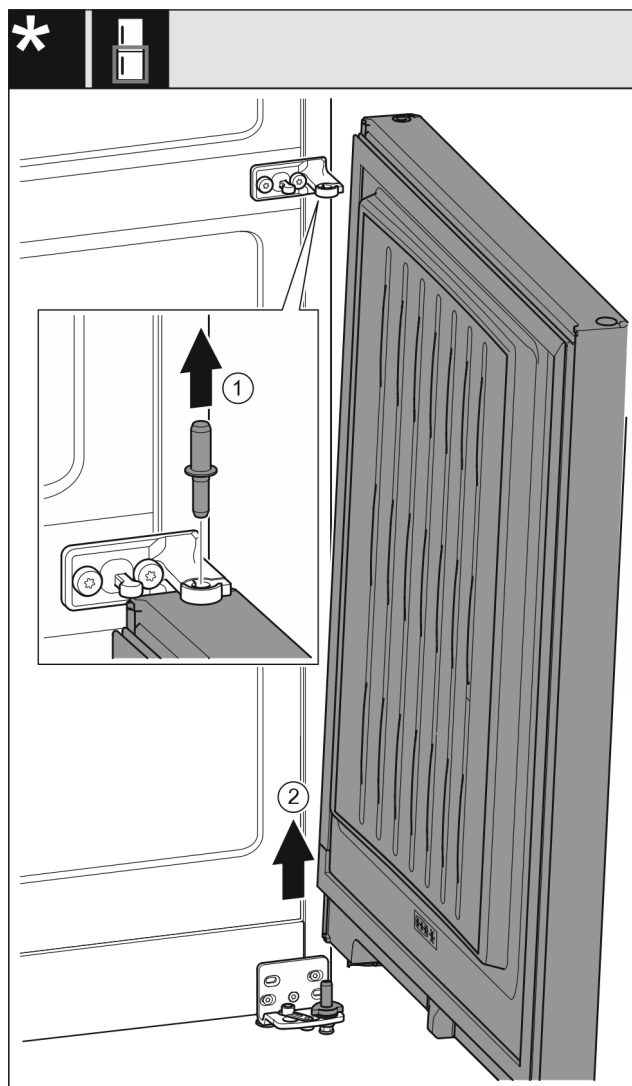

Fig. 31 Senza ammortizzatore di chiusura*
- Estrarre il perno Fig. 31 (1) verso l'alto.*
- Ruotare all'esterno la porta Fig. 31 (2), tirarla verso l'alto e disporla a lato.*